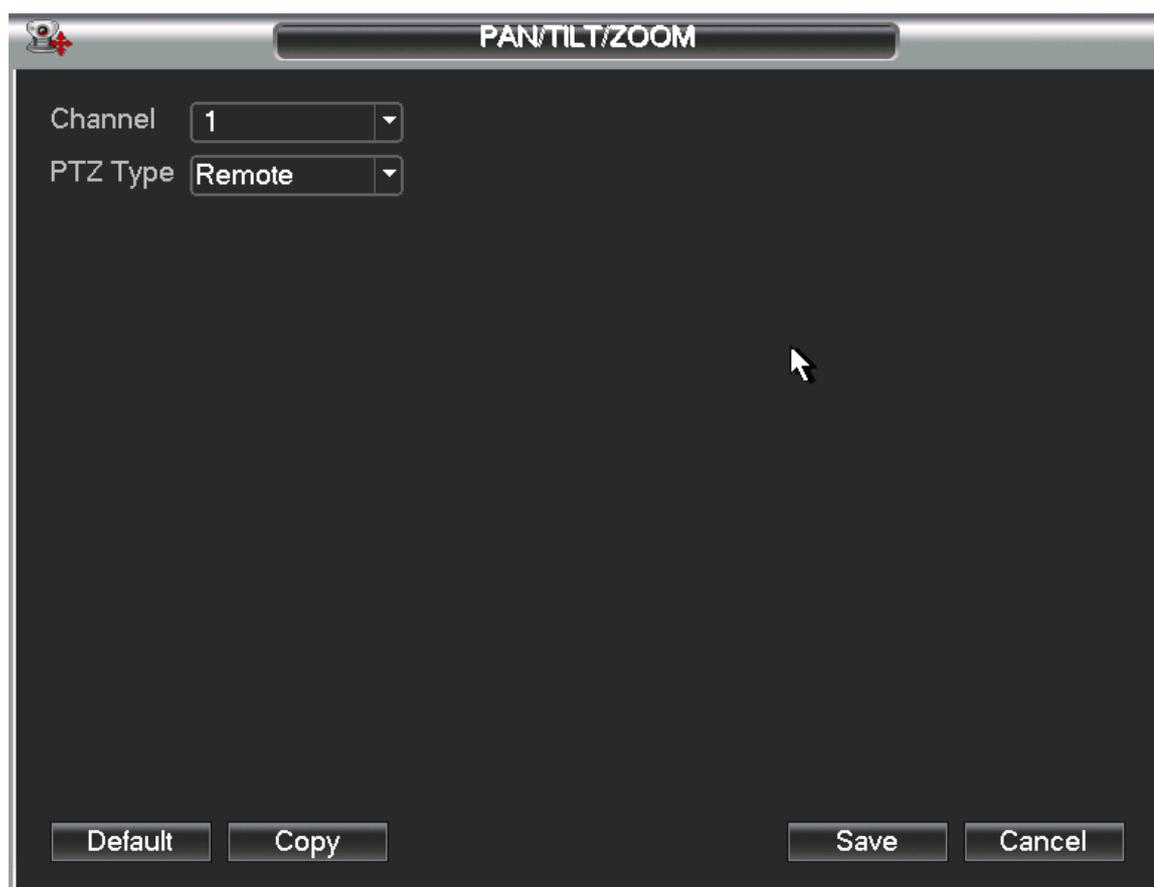

Figura 2-10
Si está conectándose a PTZ network (IP), el tipo PTZ será remoto. Ver Figura 2-10.